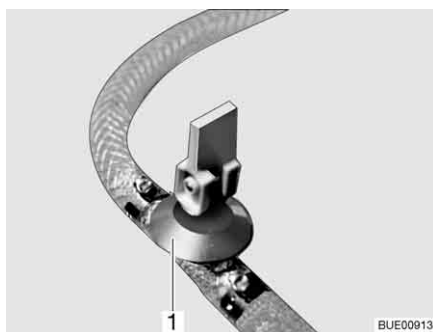
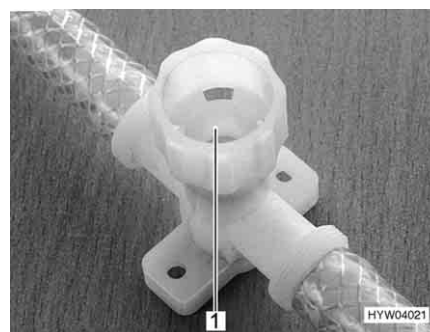

Fig. 192 Robinet de vidange (avec levier à bascule)
Fig. 193 Robinet de vidange (avec capuchon tournant)
- Fermer tous les robinets de vidange. Placer pour ce faire le levier à bascule (Fig. 192,1) à l'horizontale ou faire tourner le capuchon du robinet de vidange (Fig. 193,1) dans le sens des aiguilles d'une montre.